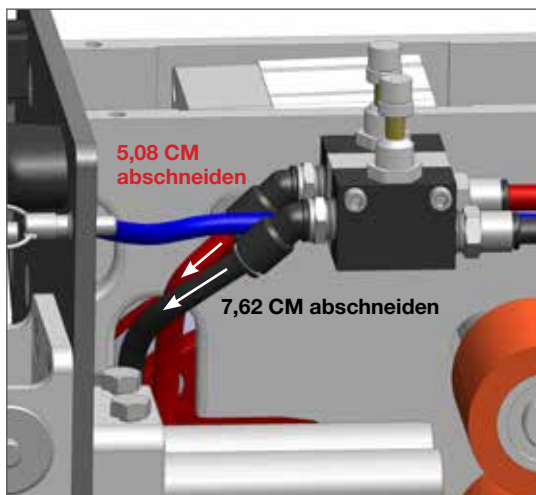

ABBILDUNG 1
1. Montieren Sie die 3 JIC-Anschlussbaugruppen an dem neuen AutoStroke-Luftverteiler. Verwenden Sie Rohrschmiermittel oder -klebeband bei den konischen NPT-Gewinden. Schrauben Sie den Luftverteiler mit den 2 Sechskantkopfschrauben wieder an, die Sie von der ursprünglichen Verteilerbaugruppe auf die Seite gelegt hatten. **(Abbildung 1).**
1. Ziehen Sie den roten und schwarzen Druckluftschlauch von den Anschlüssen auf der linken Seite der Durchflussregler ab. **(Abbildung 1)**.